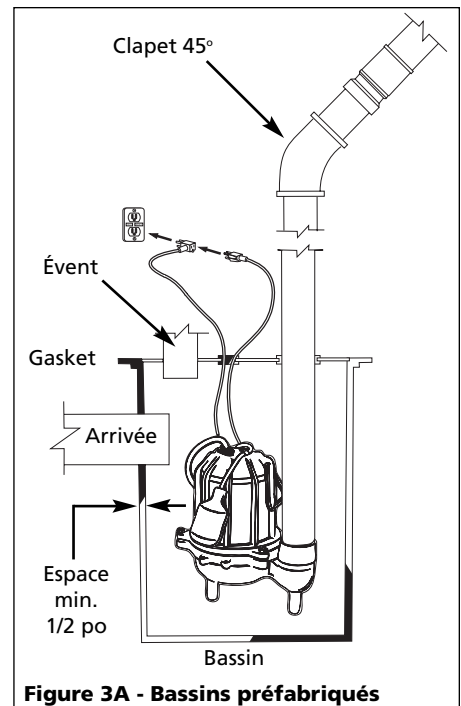

Figure 3A - Bassins préfabriqués
- Les modèles CSE50T sont fournis avec un interrupteur à longe amovible avec fiche d'arrimage (voir la figure 3A). La longueur de la longe (distance du cordon du flotteur à la pince) ne doit pas être inférieure à 9,5 cm (3 1/4 po) et la longe ne doit pas être utilisée dans un bassin de diamètre inférieur à 35,6 cm (14 po). Si vous utilisez un différentiel autre que le réglage en usine, assurez-vous que la pompe s'éteint lorsqu'il reste au moins 10 cm (4 po) dans le bassin pour que l'impulseur reste submergé.